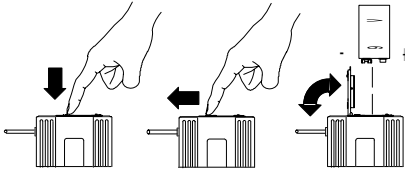

FIGURA 4. INSTALACION DE LA BATERIA
2. **T1, T1G, T11:** Oprima el lado rotulado "OPEN" de la cubierta del compartimiento de la batería, deslice la cubierta hacia atrás y ábrala, como se muestra en la Figura 4.